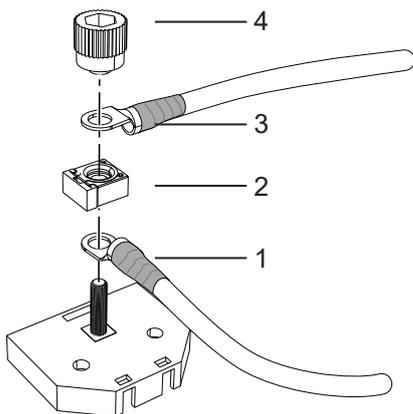
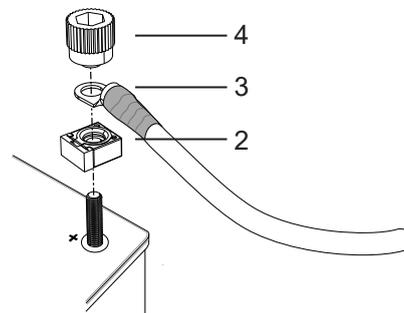

Figura 78. Conexión a la caja de fusibles
Figura 79. Conexión al terminal positivo de la batería
3. Cuando utilice la caja de fusibles, conectar el cable (1) al terminal positivo de la batería y a la caja de fusibles y colocar el fusible (2) en la parte superior, véase Figura 78.
4. Cuando se conecte directamente al terminal positivo de la batería, colocar el fusible (2) en el terminal positivo, véase Figura 79.
5. Conectar el cable de alimentación principal (3) a la caja de fusibles/al terminal positivo, véase Figura 78 - Figura 79.
6. Apretar las conexiones de cables y el fusible con la perilla (4). Los cables se colocan a 90° o 180° entre sí. El fusible se monta con el ángulo correcto orientado hacia los cables, véase Figura 78 - Figura 79.